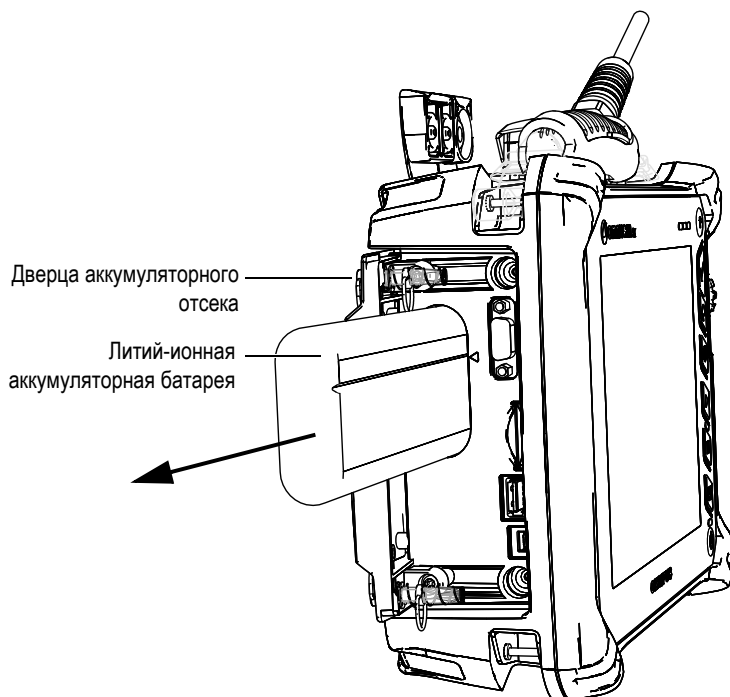

Рис. 3-6 Извлечение литий-ионной батареи
2. Потяните за ленту, чтобы извлечь батарею (см. Рис. 3-6 на стр. 44).